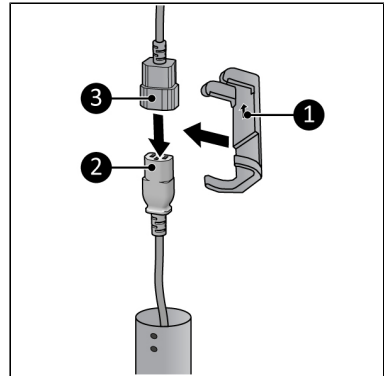

Abbildung 33.
6. Verbinden Sie die Kupplung (Abbildung 33, Pos. 2) mit dem Gerätestecker der Heizhaube (Abbildung 33, Pos. 3).
7. Sichern Sie diese Verbindung mit der Klemme (Abbildung 33, Pos. 1). Achten Sie darauf, dass der Pfeil auf die Heizkappe zeigt.